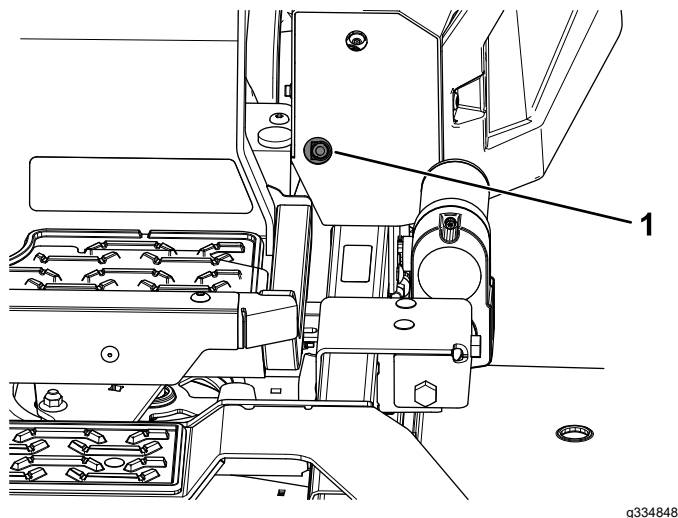
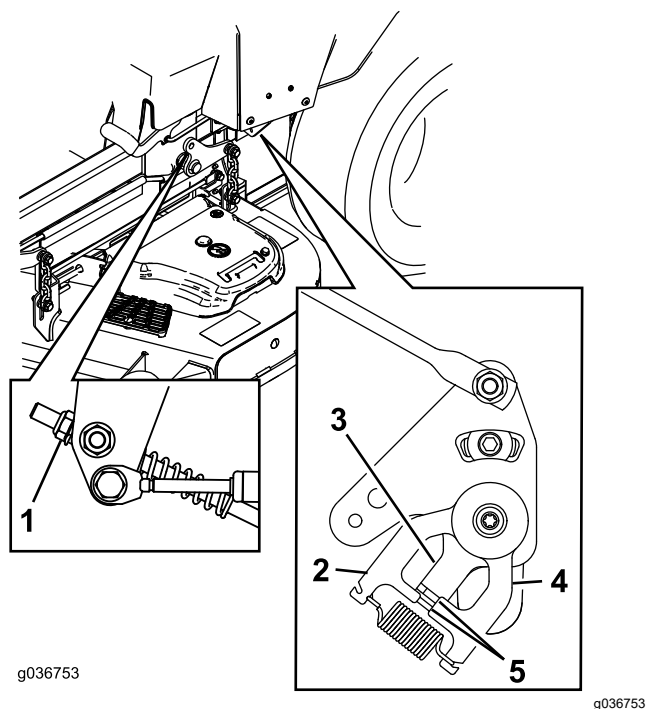

Figura 65
Figura 66
11. Reglai lungimile tijei de control a pompei prin rotirea piuliei în direcția corespunzătoare până când roile încep să se rotească ușor în mararier (Figura 65 i Figura 66).